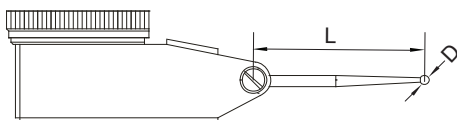

fig.6
4. Cada tipo de indicador de prueba de dial tiene una longitud específica de puntas (L, fig. 6). Si la longitud no es correcta, se producirá un error de medición. Consulte la siguiente tabla para elegir las puntas correctas.